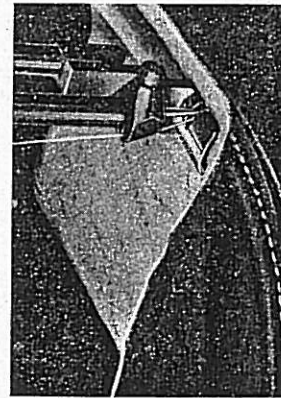

Abb. 18
**Nähfuß für Kedararbeiten II**, wird zum Einnähen des vorher aufgenähten Keders benutzt. Der Nähfuß (Abb. 18) läßt sich auch zur Anfertigung von runden Leiten, Wulsten usw. benutzen.